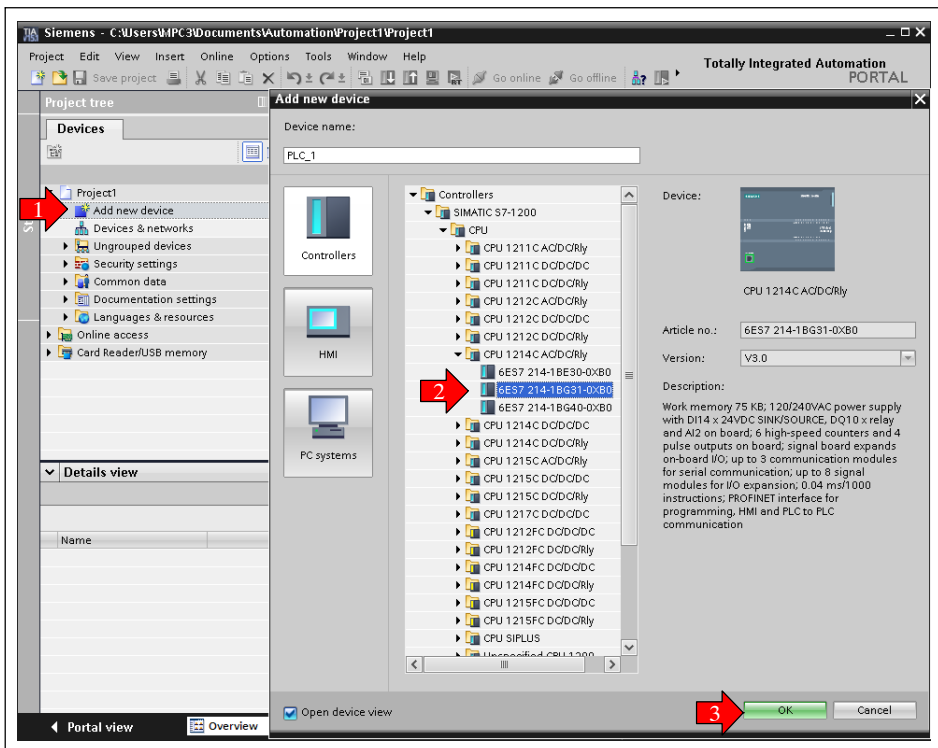

Fig. 4.11 Ajout d'un API
- ▶ Faites un double clic sur **Add new device** (Fig. 4.11).
- ▶ Dans le projet, faites un double clic sur **Devices & networks**, pour afficher le **Hardware catalog** à droite, voir aussi *Fig. 4.11*.